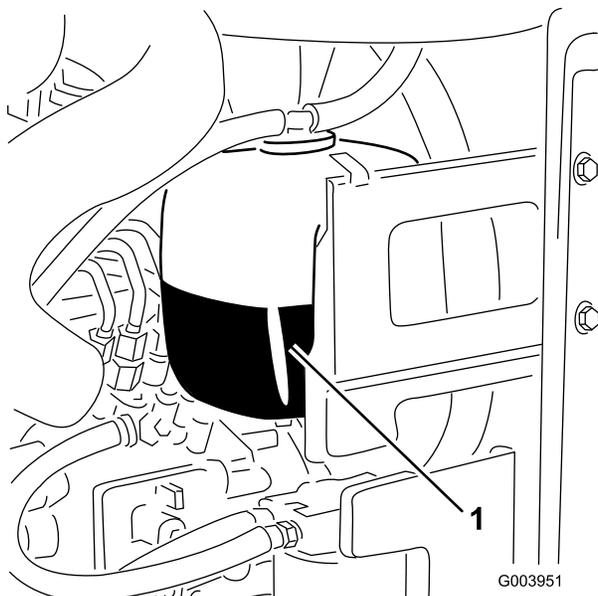

Figura 32
- Verifique o nível de líquido de arrefecimento do depósito secundário (Figura 32).